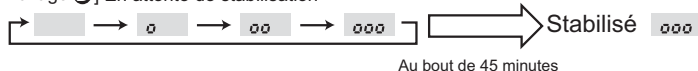

Fig. 8-3
- ③ Appuyer sur la touche **FILTER** pour confirmer la configuration. (Fig. 8-3)